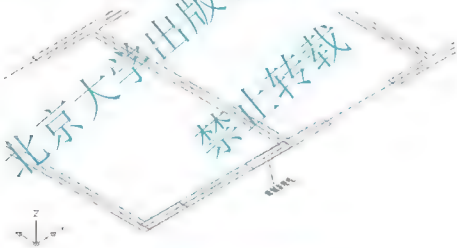

图 6.7 绘制带有宽度的多段线
- ③ 在指定起点宽度 0.0000 : 提示下, 输入“240”后按 Enter 键。
- ④ 在指定端点宽度 240.0000 : 提示下, 按 Enter 键执行尖括号内的默认值“240.0000”。这样, 将多段线的宽度由“0”改为“240”。
- ⑤ 在指定下一点或 [圆弧(A)/闭合(C)/半宽(H)/长度(L)/放弃(U)/宽度(W)]: 提示下, 捕捉如图 6.6 中所示的 B 点作为多段线的终点, 按 Enter 键结束命令。结果绘制出一条宽度为 240mm 的二维多段线, 如图 6.7 所示。